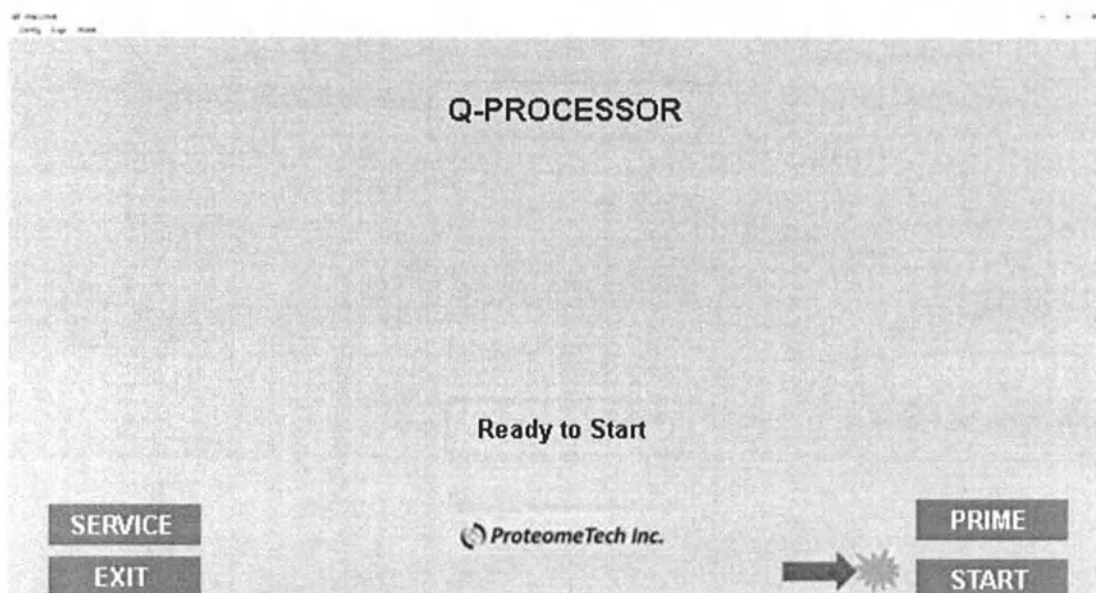

Рисунок 21
9.5.3.2 После завершения теста все кнопки будут активированы [Рисунок 21].